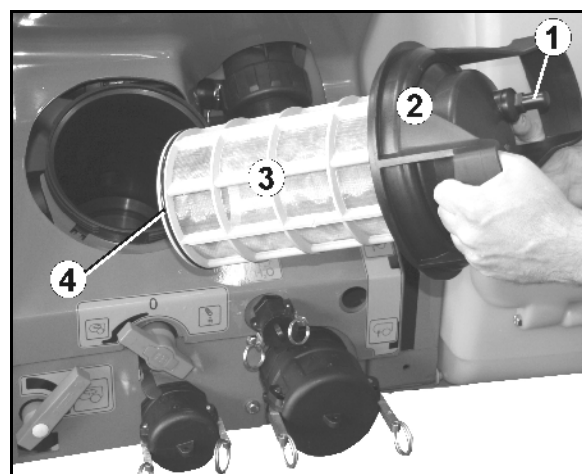

Fig. 135
Limpe o filtro de sucção (Fig. 135) diariamente após a operação de pulverização.
5. Accionar a válvula de descarga no filtro de sucção (Fig. 135/1).
6. Soltar a tampa do filtro de sucção (Fig. 135/2).
7. Retirar a tampa com filtro de sucção (Fig. 135/3) e limpar com água.
- Unte o O-Ring em baixo no filtro de sucção (Fig. 135/4).